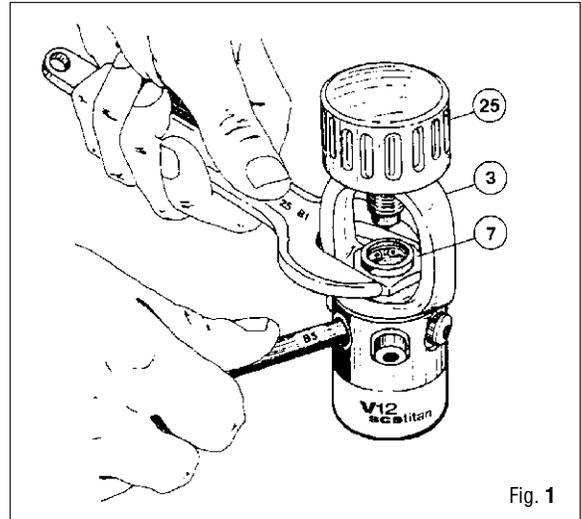

Fig. 1
2. Destornillar el hexágono de bloqueo de la brida (7) con la llave especial (B-1) y quitar la brida (3) con el mando (25). (Fig. 1)